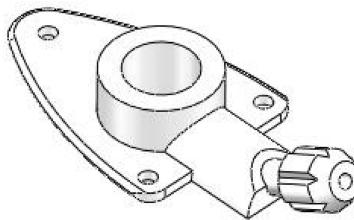

图 3-121 摆柄零件
- 设置圆角半径为 1.5mm，单击【确定】按钮，完成整个摇柄零件的创建，如图 3-121 所示。